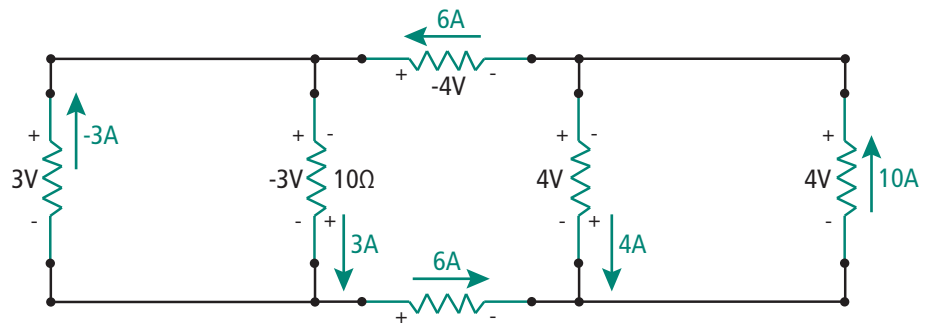

Figura 7.6: Lei de Kirchhoff
1. Usando a LKT, ache o valor de v da Figura 7.6.